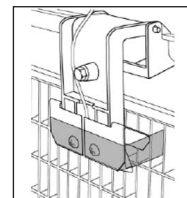
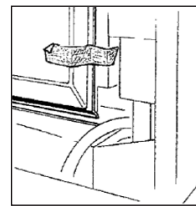

Fig. 7.
Fig. 8.
e) Débloquer le capteur et le déflecteur en ôtant les fixations 1 et 2 prévues pour éviter les dommages en cours de transport. (Fig 7 & Fig 8).